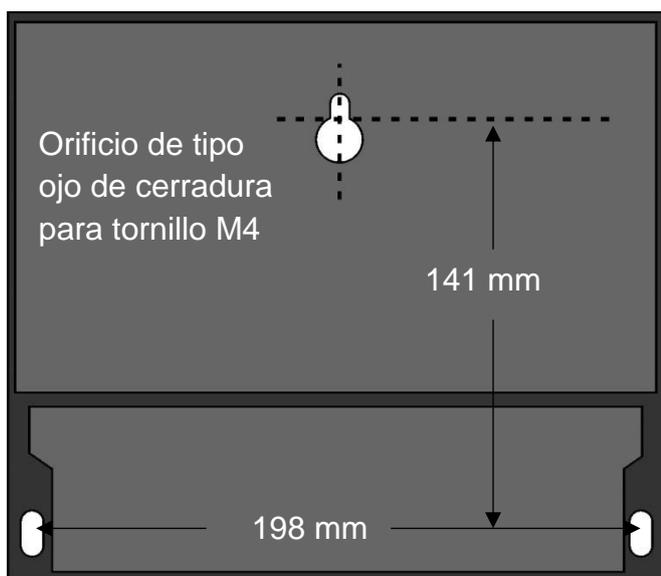

Figura 7 Dimensiones de montaje del UF3300
4. Alinee la carcasa (consulte la Figura 7) y, a continuación, marque las posiciones para los dos tornillos de fijación restantes a través de las ranuras situadas en las esquinas inferiores de la carcasa. A continuación, desmonte la carcasa y perforo los orificios en los puntos de fijación.